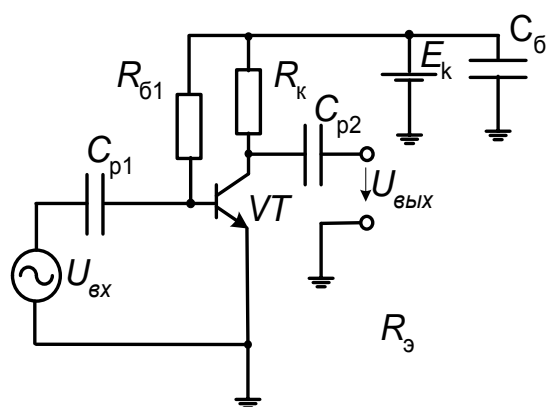
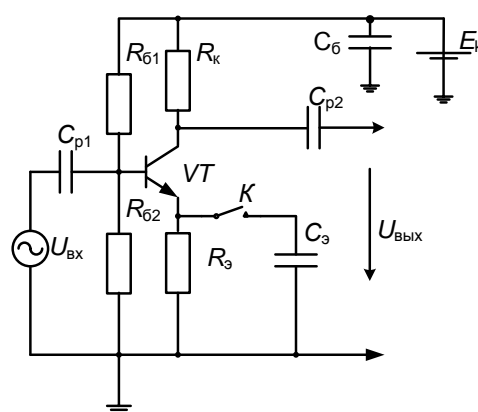
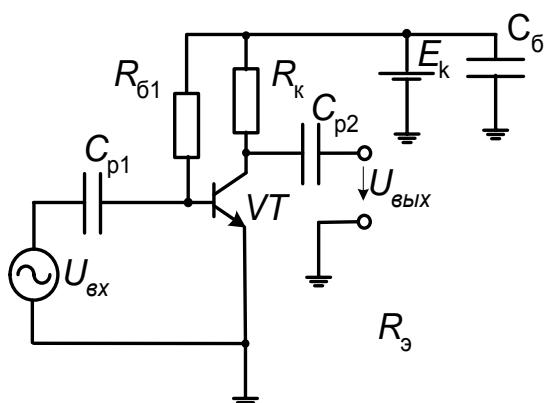
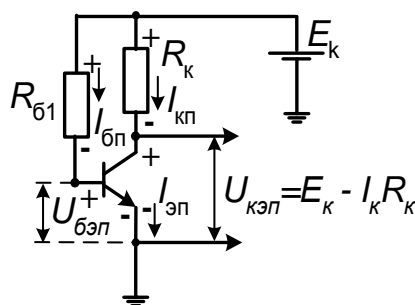

Рис. 6.7. Схема УЗЧ с ОЭ с автосмещением через гасящий резистор
Рис.6.8. Схема УЗЧ с ОЭ с автосмещением через делитель напряжения
Рис. 6.10. Схема УЗЧ на транзисторе с ОЭ с автосмещением через гасящий резистор
Рис.6.11.Схема усилителя в режиме покоя (с ОЭ)
в режиме покоя. На рис. 6.7 и 6.8 даны две схемы усилителей на транзисторах с ОЭ с автоматической подачей напряжения смещения в цепь базы.
1. Подача напряжения смещения от источника коллекторного напряжения E_k через гасящий резистор (на рис.6.7 — через резистор $R_{б1}$) — *метод фиксированного тока*.
2. Подача напряжения смещения от источника коллекторного напряжения E_k через делитель напряжения (на рис.6.8 — делитель напряжения из резисторов $R_{б1}$ и $R_{б2}$) — *метод фиксированного напряжения*.
5.2. О назначении элементов в схемах усилителей на рис. 6.7; рис.6.8.
- *Ключ «К»* в схеме на рис.6.8 в цепи эмиттера – коммутирует цепь конденсатора $C_э$ (ключ отключает или включает в схему конденсатор $C_э$). Сопротивление конденсатора $C_э$ по переменной составляющей тока в 5 ...10 раз меньше сопротивления $R_э$. При положении ключа «К» в позиции «замк-
5.3.1.1. Расчёт схемы усилителя в активном режиме по схеме рис.6.7.
Поскольку в первом этапе расчёта будем работать только с постоянными составляющими токов и напряжений, то схему усилителя (рис.6.7) для удобства расчётов дадим в режиме покоя (рис.6.11). Пусть Вас не смущает некоторый повтор: схема рис.6.7. представлена в этой работе второй раз (здесь она у нас пойдёт под № 6.10). Но схема на рис.6.11. — это фрагмент схемы усилителя, выделенный для того, чтобы чётко отделить режим покоя от режима усиления. Эти две схемы лучше видеть рядом.
Работаем по схеме рис.6.7. (или по схеме рис.6.10)
5.3.3. Расчёт схемы усилителя по схеме рис.6.8 в активном режиме.
Расчёт схемы усилителя на рис.6.8 ведётся аналогично расчётам, проделанным для схемы на рис.5.7. Отметим лишь некоторые особенности этой схемы. Для этого представим схему усилителя в режиме покоя (рис.6.14).